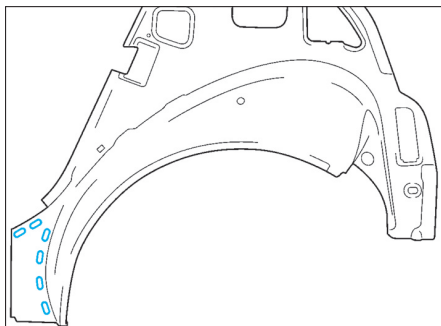

FIG. 121
- Effectuer des trous oblongs de 5 x 18 mm sur la doublure d'aile arrière neuve (Fig.121).